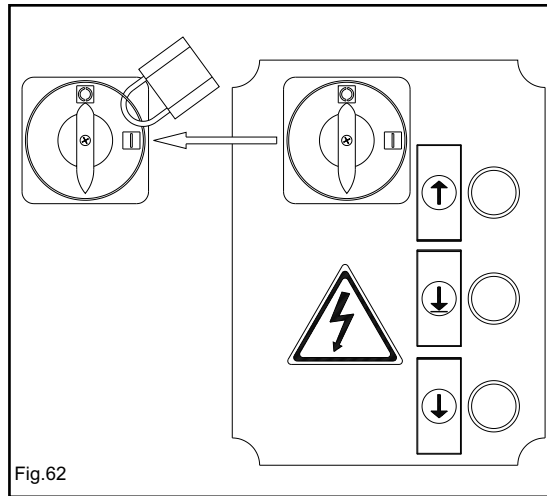

Fig.62
- l'interruttore generale sul quadro deve essere bloccato **IN POSIZIONE "0"** mediante un **LUCCHETTO** (Fig.62).
- the main switch on the control box must be locked in **POSITION "0"** by using a **LOCK** (Fig.62).